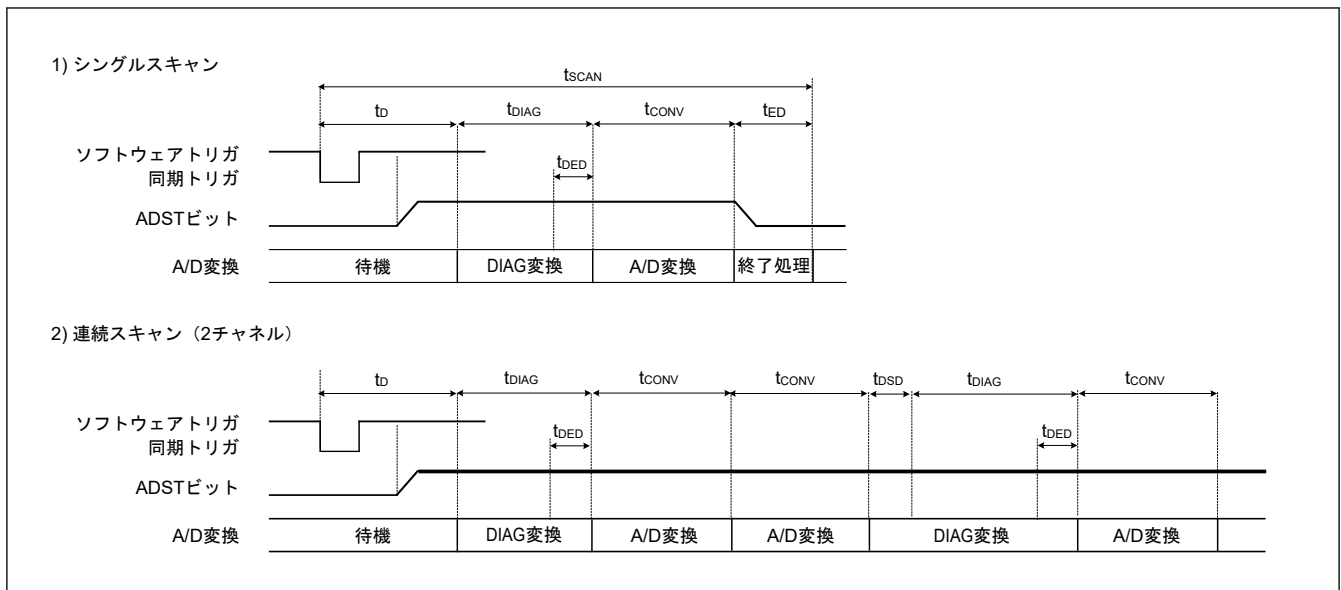
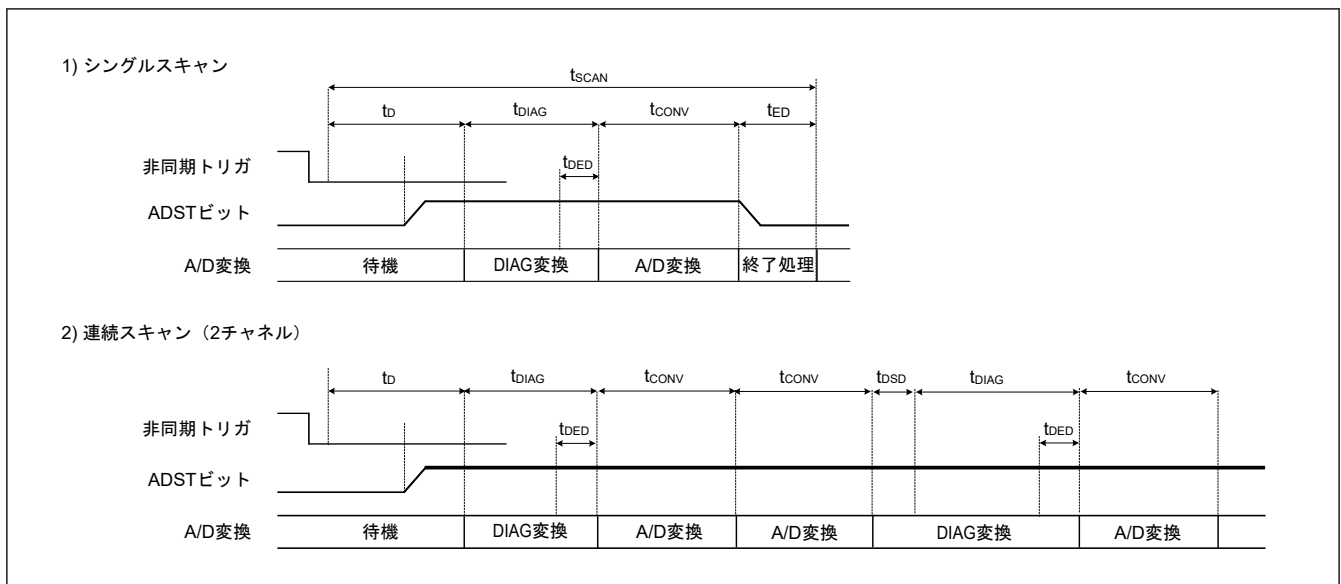

図 28.25 スキャン変換のタイミング (ソフトウェア起動または同期トリガ入力 (ELC) 起動の場合)
図 28.26 スキャン変換のタイミング (非同期トリガ入力 (ADTRG0) 起動の場合)
図 28.25 に、ソフトウェアトリガまたは同期トリガ (ELC) 起動によりスキャン変換を行う場合のタイミングを示します。また、図 28.26 に、非同期トリガ (ADTRG0) 起動によるスキャン変換を行う場合のタイミングを示します。スキャン変換時間 ( $t_{SCAN}$ ) はスキャン変換開始遅延時間 ( $t_D$ )、断線検出アシスト処理時間 ( $t_{DIS}$ )(注1)、自己診断変換時間 ( $t_{DIAG}$  および  $t_{DSD}$ )(注2)、A/D 変換処理時間 ( $t_{CONV}$ )、スキャン変換終了遅延時間 ( $t_{ED}$ ) を含めた時間となります。
- 注 1.  $t_{\text{D}}$ 、 $t_{\text{DIAG}}$ 、 $t_{\text{CONV}}$ 、および  $t_{\text{ED}}$  の各タイミングについては、図 28.25 および 図 28.26 を参照してください。